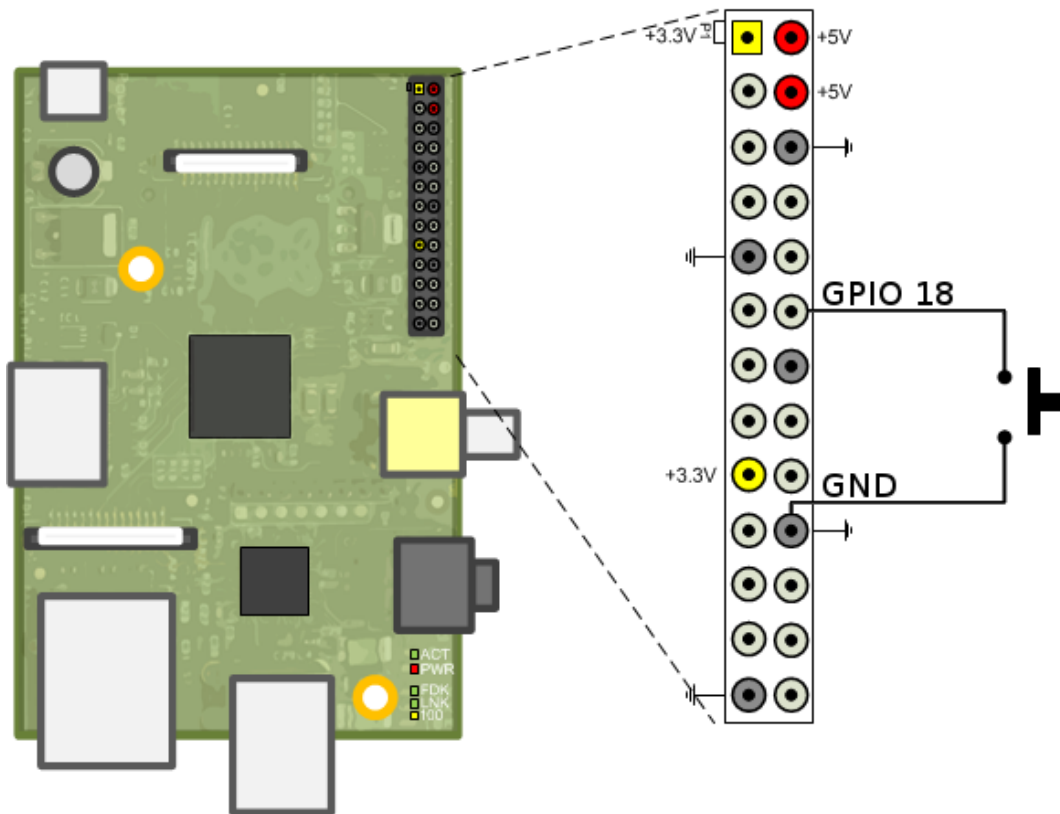

Figura D.1: Pulsador a masa
En este primer ejemplo vamos a tratar de encender el LED interno de la Raspberry llamado ACT (OK) mediante un pulsador externo. El primer montaje sería el de la figura. El esquema sería el de la figura D.1.